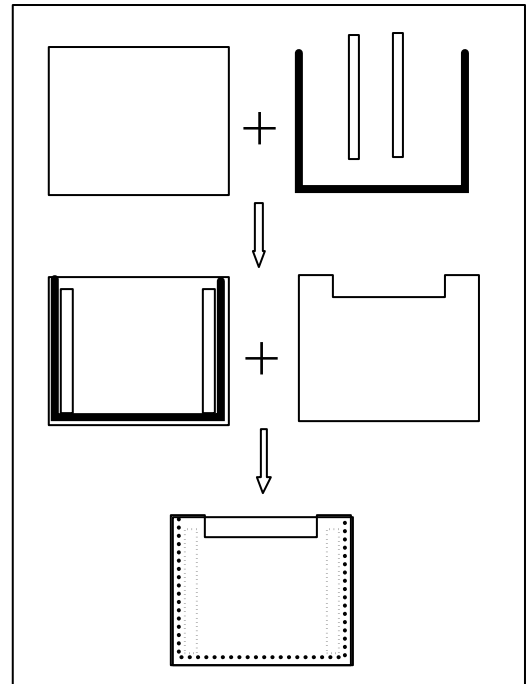

Abb.1 : Glasplatten
- Die Glasplatten werden wie in Abb. 1 zu sehen zusammengebaut.